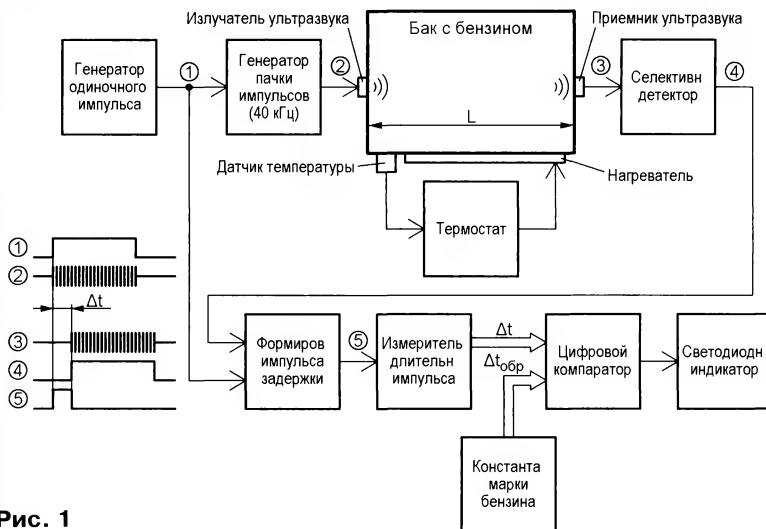

Рис. 1
Блок-схема ультразвукового октанометра показана на рис. 1. На выходе генератора одиночного импульса формируется импульс (1), который передатчик переносит на резонансную частоту излучателя ультразвука (2). У наиболее распространённых ныне выпус-